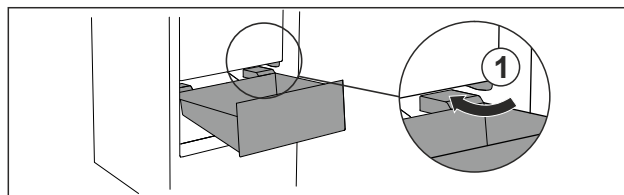

Fig. 70
- ▶ Før skuffen rundt stopperne Fig. 70 (1) på skrå.